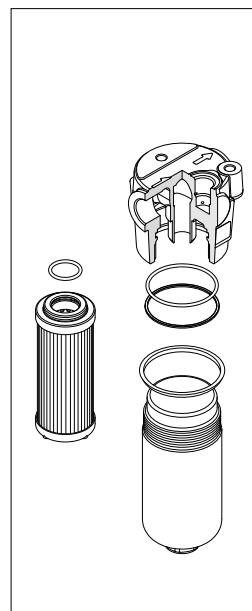

fig. 19
- (Fig. 19) Alloggiare 1°: l'O-ring e 2°: l'anello antiestrusione nella gola della testata, inserire l'O-ring nel cerchietto dell'elemento filtrante